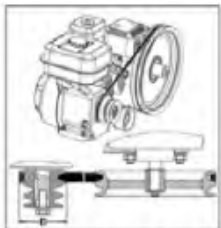
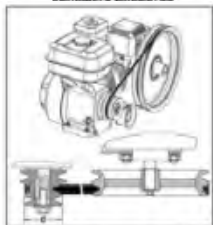

Рис. 31 Установка ремня в ручей шкива большего диаметра
Рис. 32 Установка ремня в ручей шкива меньшего диаметра
- 3.Установите ремень привода в ручей шкива вала двигателя большего «D» или меньшего диаметра «d» и соответствующие им ручей шкива вала коробки передач. На Рис. 31 показана установка ремня в ручей шкива большего диаметра «D». На Рис. 32 показана установка ремня в ручей шкива меньшего диаметра «d».